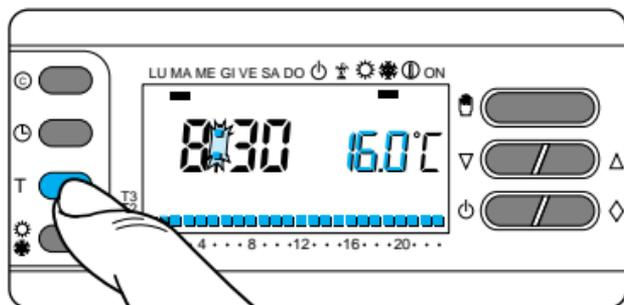

Fig. 36
6.3 - Premere il pulsante T (fig.36).